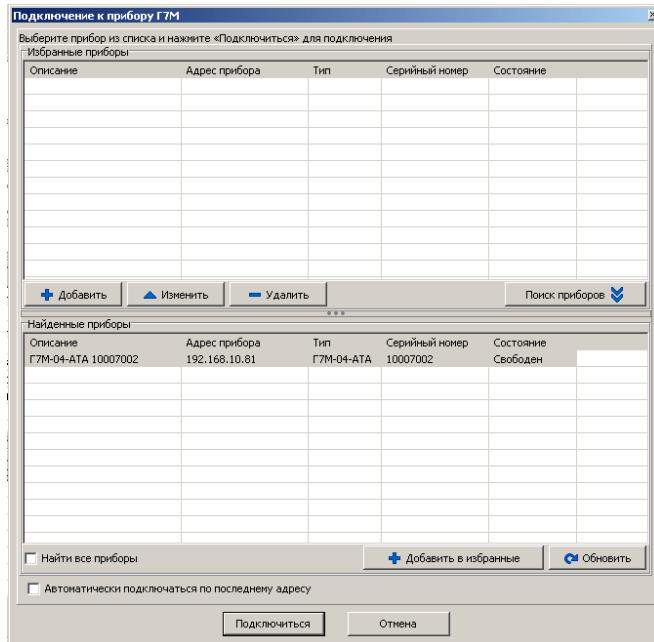

Рисунок 6.5 – Окно подключения к Г7М
- «Подключиться к прибору» – вызывает окно подключения к Г7М (рисунок 6.5), если подключение уже осуществлено, пункт заблокирован;